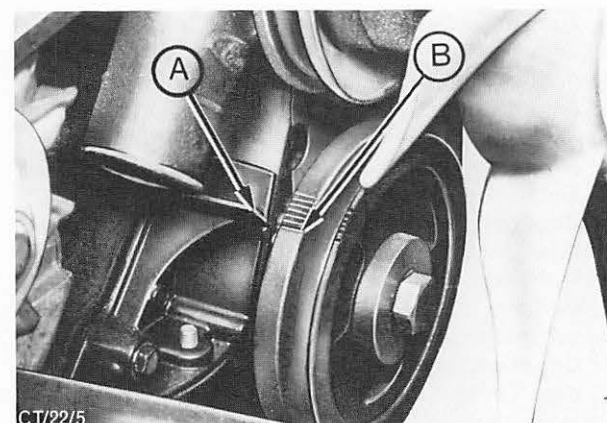

Abb. 7 Lage der Zündmarkierungen
5. Zündzeitpunkt prüfen, falls erforderlich, gemäß nachstehendem Vorgang einstellen. Abb. 7.